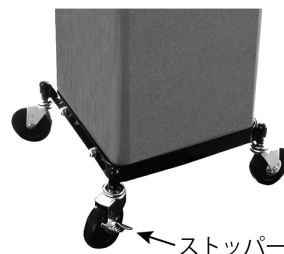

Fig. 4
- 作業中及び作業終了後所定の場所に移動した後は、不意に動かないように、必ずキャスターのストッパーをロックしてください。（Fig. 4）